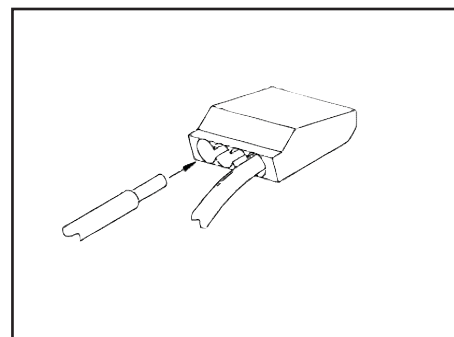

Figure 4
9. Connect supply (house) wires to fixture wires, push stripped wires into appropriate Push-in connector (8): white to white and black to black and green to green or bare copper ground wire. **See Fig. 4.**
10. Bundle wires in tight grouping to be out of the way and reconnect Wire Connectors (4). Reinstall LED Cover Assembly (2).
9. Effectuer le raccordement des fils de l'appareil à l'alimentation électrique, pousser la partie dénudée des fils dans les connecteurs appropriés, blanc au blanc, noir au noir, vert au fil de terre vert ou de cuivre nu. **Voir la Figure 4**
10. Ate los cables en grupos ajustados para que estén fuera del camino y vuelva a enchufar los conectores de cable (4). Vuelva a instalar el montaje de cubierta del led (2).